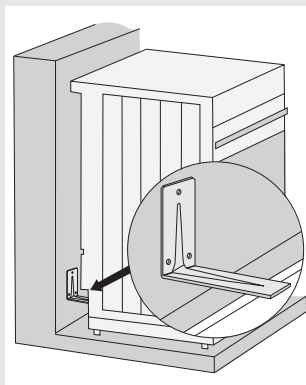

рис. 1
- Акуратно підніміть кріплення на правій і лівій стороні дверцят (позначка 1 на кріпленнях) та потягніть їх від скла (позначка 2 на кріпленнях) (див. Рис. 1)
- Повністю відкривши дверцята духовки, розверніть петлі назад (рис. 1)
- Розмістіть короткий кінець куточка відповідно до позначки на стіні. Довший кінець кронштейна повинен торкатися верхньої поверхні профілю в задній частині приладу (рис. 1).